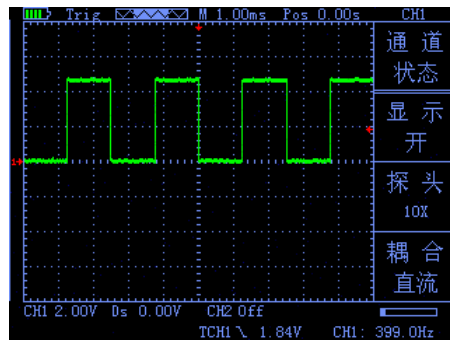

图 2-4
- 未发现信号，则将通道 1 接入一信号，按下“AUTO”按钮。如图 2-4 所示：